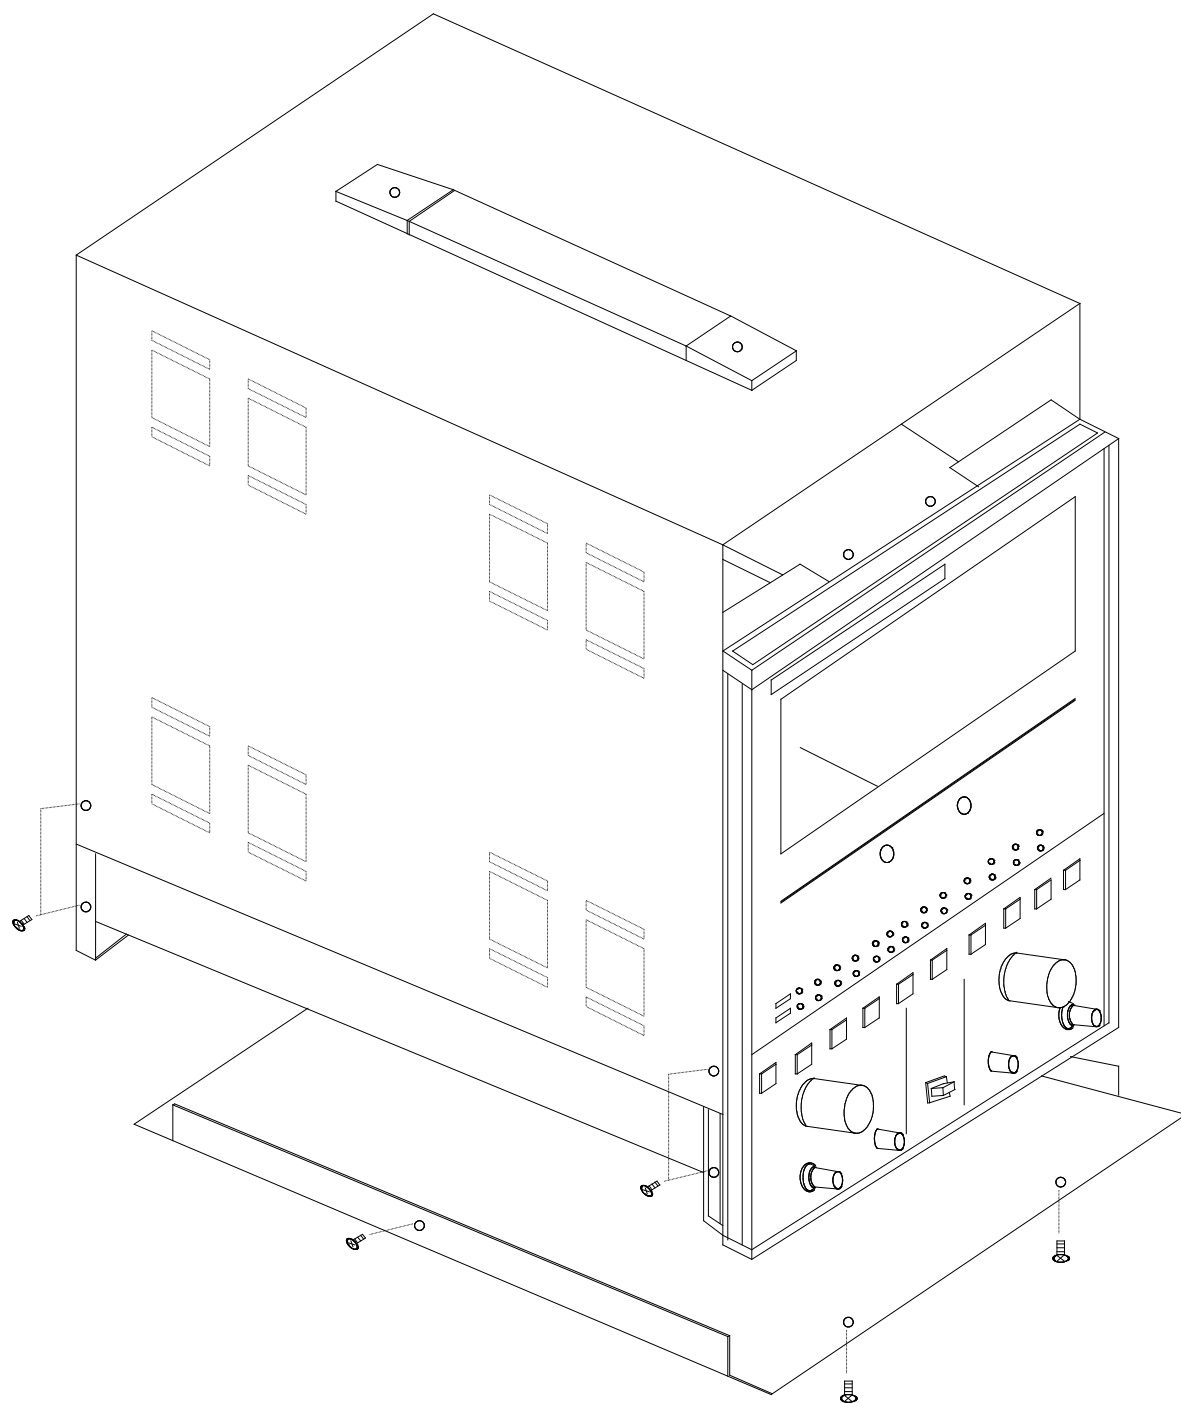

図 3
6.5.1 本体ケースの外し方……………図 3（38頁）参照
6.5.2 裏カバーの外し方……………図 3（38頁）参照
裏カバーは、図 3 に示す 4 本のビスによって止めてありますので、これらのビスを外しますと、カバーを外すことができます。